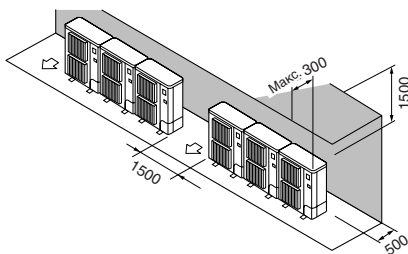

Fig. 3-12
- ② Окружающие предметы - только сзади и сверху (Fig. 3-12)